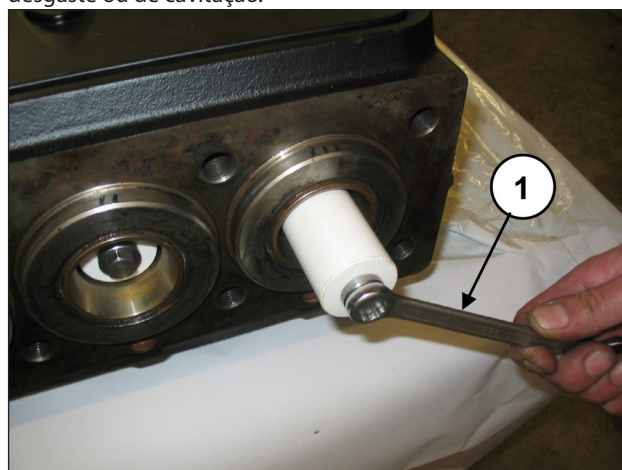

Fig. 111
Providencie a desmontagem dos pistões, soltando os parafusos de fixação (pos. ①, Fig. 111).